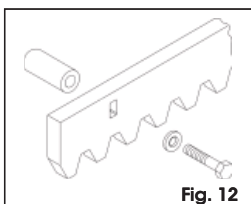

Fig. 12
5.4.2. STALEN TANDHEUGEL – VASTSCHROEVEN (Fig. 12)